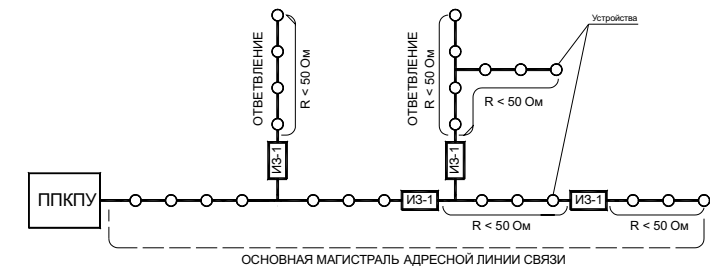

Рисунок 2
– разрывать радиальную АЛС (Рисунок 2) в месте установки изолятора, ближайшего к точке короткого замыкания. Это локализует участок после изолятора и оставляет работоспособным участок АЛС между приемно-контрольным прибором и сработавшим изолятором шлейфа;
- радиальной АЛС (Рисунок 2);